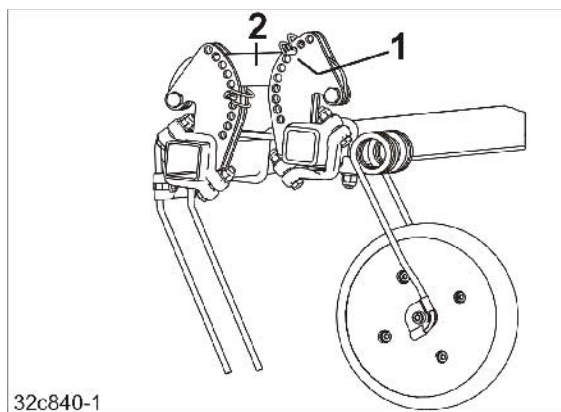

Fig. 178
1. Harvetændernes arbejdsdybde indstilles ved at sætte klapsplitten (Fig. 178/1) over trækstangen (Fig. 178/2) i samme boring i alle segmenter.